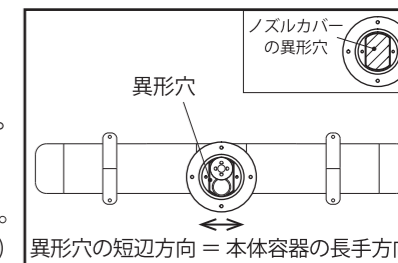

図6
④で熱感知ノズルを取り付ける際、ノズルカバーの異形穴の短辺方向が、本体容器の長手方向になります（図6）。穴の向きに注意して、直径5.5mmの穴に化粧ビス（白）※1を4本使用して、天井に確実に固定してください。